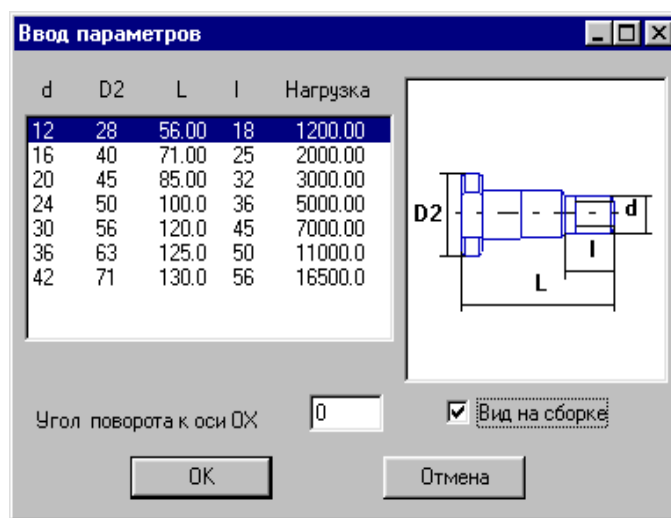

Рисунок 1.61 – Вікно вводу параметрів штирів
- у вікні діалогу (рис. 1.61), із таблиці вибираються розміри штирів, уточнюється кут повороту до осі OX і опція “Вид на зборці”. Якщо кут повороту дорівнює нулю, то це відповідає зображенню штиря на слайді. Якщо опція “Вид на зборці” включена, штирі будуть намальовані, як прийнято на складальному кресленні;